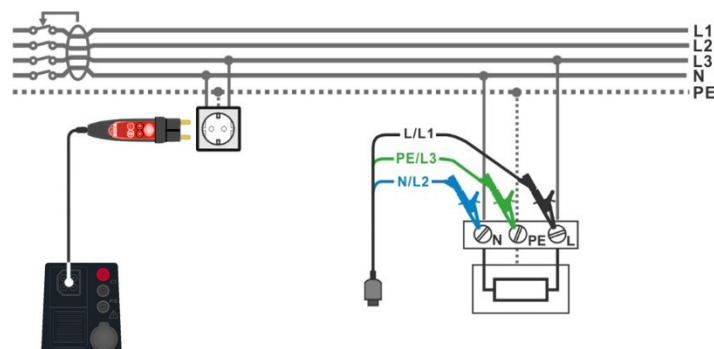

Abbildung 4.76 AUTO TN (RCD)-Messung
- › Schließen Sie die 3-Leiter-Prüfleitung oder den Commander-Prüfstecker am Prüfobjekt an, siehe **Abbildung 4.76**.